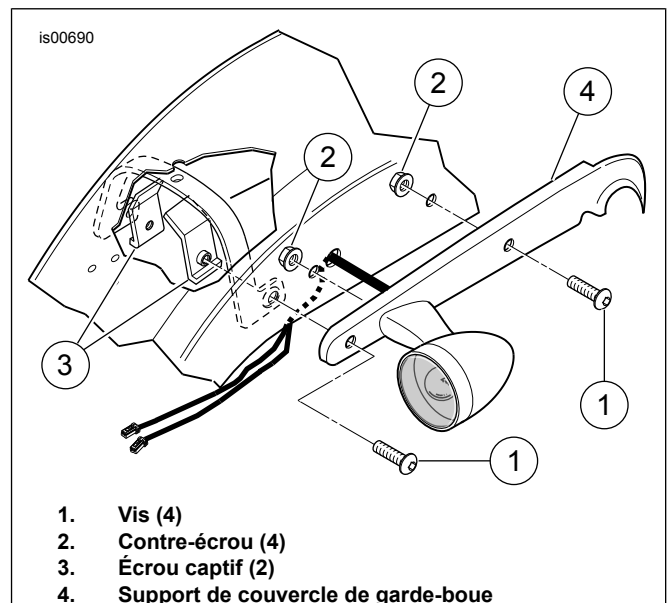

Figure 1. Dépose de support de garde-boue arrière
4. Voir Figure 1. Retirer et jeter les vis à tête bombée avant et arrière (1), deux contre-écrous (2) et les écrous captifs sous le garde-boue (3) des couvercles de support de garde-boue arrière gauche et droit (4).